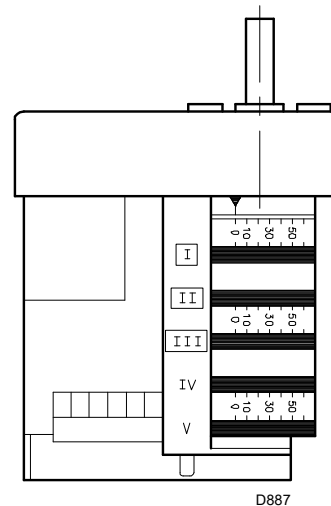
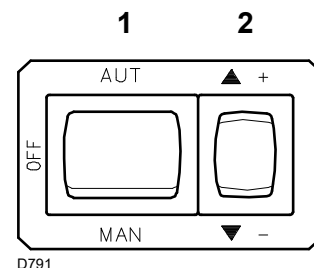
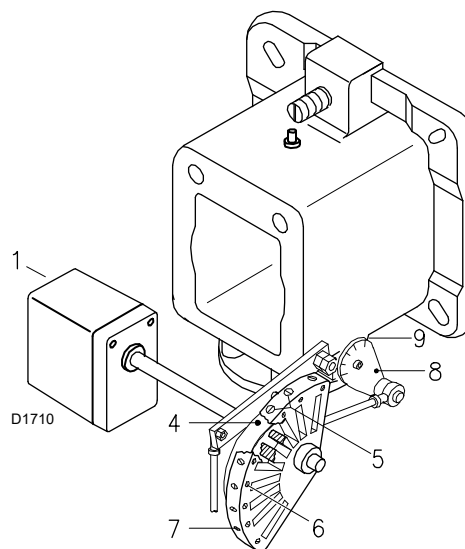
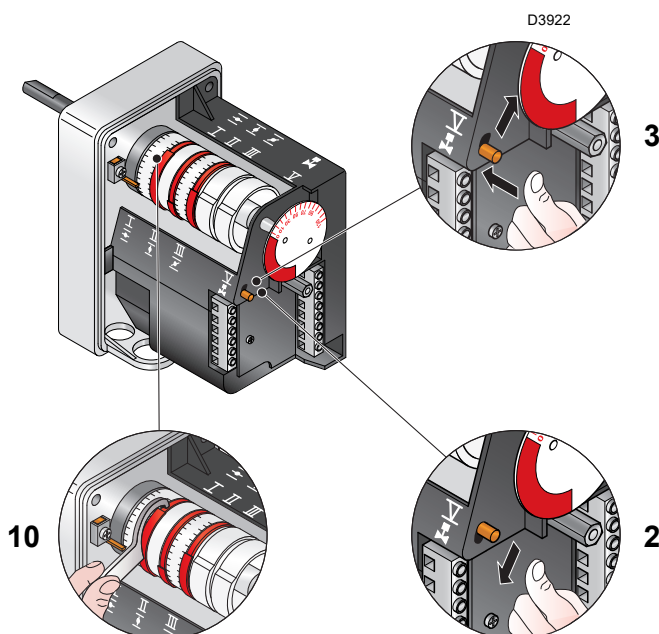

Abb. 25
Abb. 27
Abb. 28
Abb. 29
Drücken Sie nun die Taste 2)(Abb. 28) „Erhöhen der Leistung“ und halten Sie sie so lange gedrückt, bis der Stellantrieb die Luftklappe und die Gasdrossel geöffnet hat.
Das Endprofil des Nockens 4)(Abb. 28) durch Drehen der Schrauben 7) schrittweise ändern.
Die Taste 2)(Abb. 28) „Verringern der Leistung“ drehen und so lange gedrückt halten, bis der Stellantrieb die Luftklappe und die Gasdrossel auf:
- Zur Verringerung den Winkel des Nockens III (Abb. 25) mit kleinen Verstellungen schrittweise verkleinern, d. h. vom Winkel:
- Sollte er erhöht werden müssen, die Taste „Erhöhen der Leistung“ 2)(Abb. 27) etwas drücken (die Gasdrossel um 10-15° öffnen) und den Winkel des Nockens III (Abb. 25) mit kleinen aufeinanderfolgenden Verschiebungen vergrößern, d. h. von einem Winkel:
Das anfängliche Profil des Nockens 4) durch Drehen der Schrauben 5) schrittweise ändern (Abb. 28). Sofern möglich, die Schraube nicht drehen: mit dieser wird die Luftklappe ganz geschlossen.
Legende (Abb. 28 - Abb. 29)
Die Taste 2)(Abb. 29) „Erhöhen der Leistung“ etwas drücken, sodass der Stellantrieb sich um 15° dreht. Die Schrauben so lange regulieren, bis die optimale Verbrennung erreicht ist. In der gleichen Weise mit den nächsten Schrauben verfahren. Achten Sie darauf, dass die Änderung des Nockenprofils in progressiver Weise erfolgt.
Schalten Sie den Brenner durch Betätigen des Schalters 1)(Abb. 27), Position OFF, aus und lösen Sie den Nocken 4)(Abb. 28) vom Stellantrieb, indem Sie die Taste 3)(Abb. 29) drücken und nach rechts schieben. Dann den Nocken 4)(Abb. 28) mehrmals von Hand vor- und rückwärts drehen und überprüfen, dass er sich leicht und reibungslos bewegen lässt.
Den Nocken 4)(Abb. 28) erneut mit dem Stellantrieb verbinden, indem Sie die Taste 2)(Abb. 29) nach links schieben.
Nach erfolgter Einstellung diese durch Betätigen der Schrauben 6)(Abb. 28) fixieren.